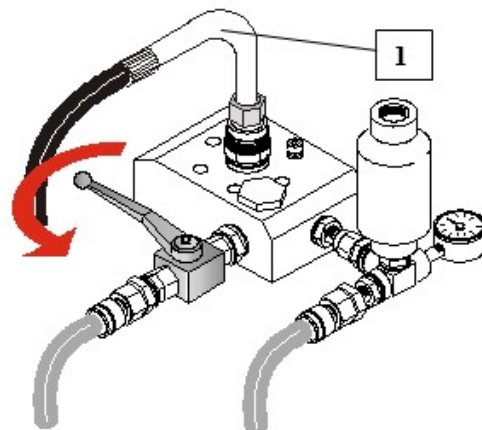

Fig.33
3) Öffnen Sie das Überdruckventil (Abb. 33).